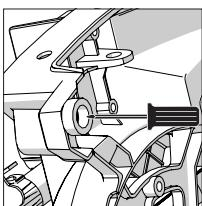

Fig. 13
- Retire y almacene de forma segura los cuatro pies de plástico de debajo de la base de la sierra ingletadora. (**Fig. 13**)